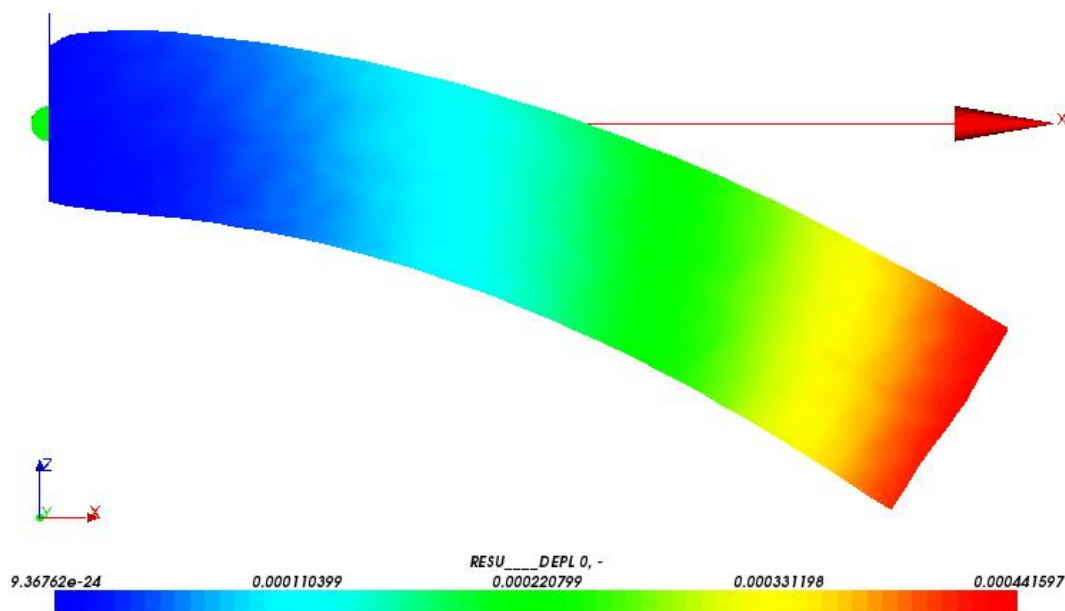

図 36 変位分布図 (100 倍) [m]
- ⑤もっと大きく変位の様子を示したい場合は、ScalarDefShape 上で右クリックを選択し、Edit を選択して、Deformed Shape and Scalar Map を表示する。Scalar Factor を任意の数値に変え、OK を選択して閉じる。図 36 は変位倍率を 100 倍にした結果である。